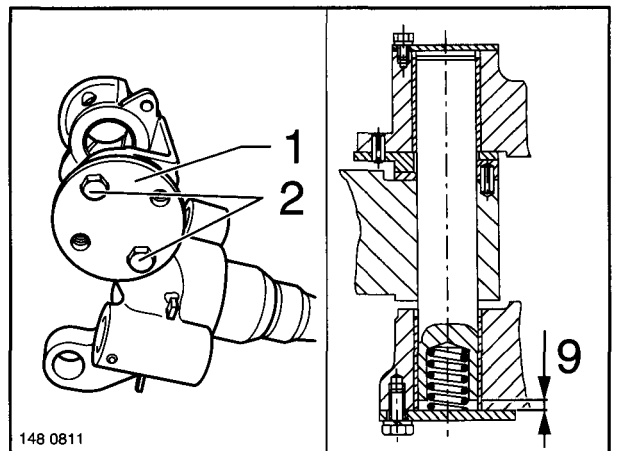

Fig. 11
- (6) Check whether the kingpin slides smoothly into the bushes, if necessary re-work the bushes.
- (7) Since the axle is fitted upside down a dia. 55 x 8 mm spacer should be placed in the upper kingpin bearing to assist installation. Attach the upper closing plate (Fig. 11/1) or base plate (without the compression spring) with two screws (Fig. 11/2).
- (6) Vérifier que le pivot bouge facilement dans les douilles. Si nécessaire, les rectifier.
- (7) Comme l'essieu est monté sur le dos, poser, pour faciliter le montage, une rondelle de Ø 55x8 mm dans le palier de fusée supérieur. Fixer le couvercle supérieur (figure 11/1) ou support inférieure (sans le ressort) à l'aide de deux vis (figure 11/2).
- (7) Weil die Achse in Rückenlage montiert wird, in die obere Lenkbolzenlagerung eine Distanzscheibe von $\varnothing 55 \times 8$ mm als Montagehilfe einlegen. Obere Verschlussplatte (Fig. 11/1) bzw. Grundplatte (ohne Druckfeder) mit zwei Schrauben (Fig. 11/2) befestigen.
(12) Remove the closing plate (Fig. 11/1) or base plate and take out the spacer.
(12) Enlever le couvercle (figure 11/1) ou le support de cylindre et extraire la rondelle d'écartement.
(12) Verschlußplatte (Fig. 11/1) bzw. Grundplatte abbauen und Distanzscheibe herausnehmen.